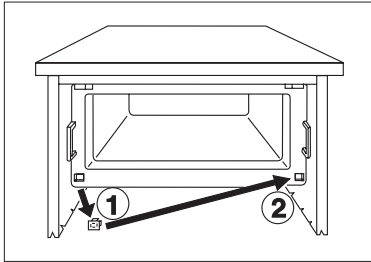

Bild 5
- Abdeckung für unteres Scharnierloch umsetzen. (Bild 5).